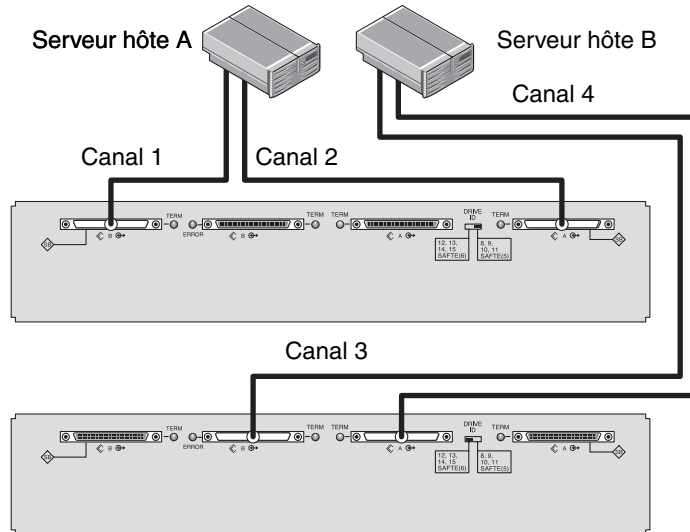

FIGURE 4-13 Unités JBOD reliées directement à des hôtes (à bus scindés)
La FIGURE 4-13 illustre plusieurs hôtes dotés d'unités JBOD dans une configuration JBOD à bus scindés avec deux connexions hôte, chacune étant reliée à un canal (mode monoinitiateur). Cette méthode s'avère efficace pour offrir une fonction de mise en miroir.
Remarque – Vous avez la possibilité de relier les câbles aux ports inboard ou outboard d’une unité JBOD. Les deux types de configurations sont valables. La FIGURE 4-13 illustre un câblage aux ports outboard de l’unité JBOD supérieure et un câblage aux ports inboard de l’unité JBOD inférieure.
Dans la FIGURE 4-13, l’hôte A est relié au port d’entrée B et au port de sortie A tandis que l’hôte B est relié au port de sortie B et au port d’entrée A. Le tableau suivant indique les ID d’unités concernant la FIGURE 4-13.
1. Reliez chaque port JBOD à un hôte, comme décrit dans la FIGURE 4-13.